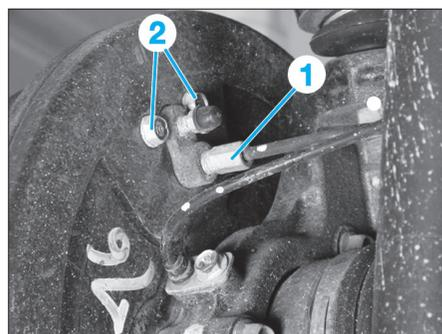

FIG. 20
- Déposer les deux vis de fixation (2) de cylindre de roue (Fig.20).